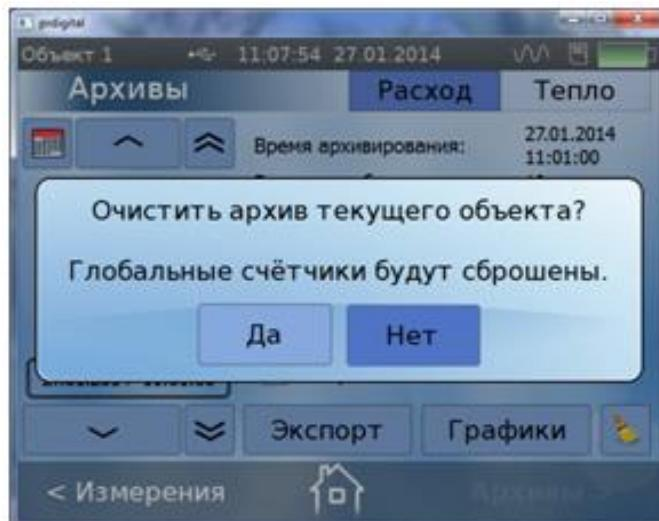

Рис.17. Окно очистки архивов текущего объекта.
4.10.5. При нажатии на иконку появляется возможность очистки архивов текущего объекта, причем на экране появляется предупреждающая надпись (рис.17). Для очистки архивов нажать кнопку **Да**, для отмены операции – кнопку **Нет**.